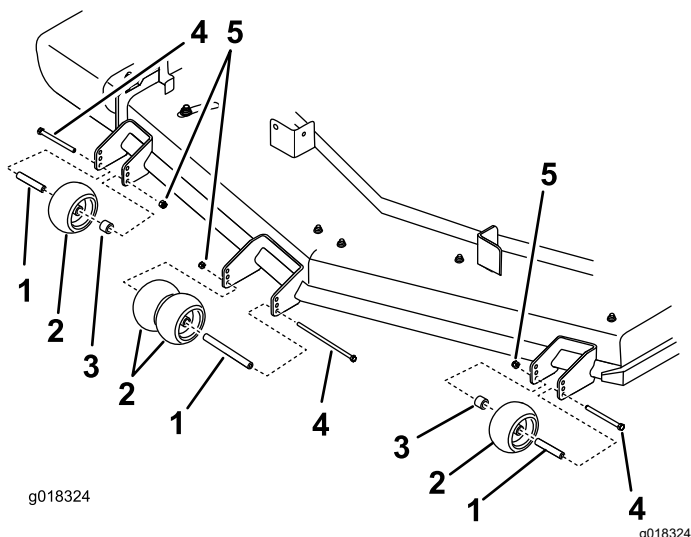

Figure 22
- Veillez à monter les entretoises et les bagues (Figure 22).